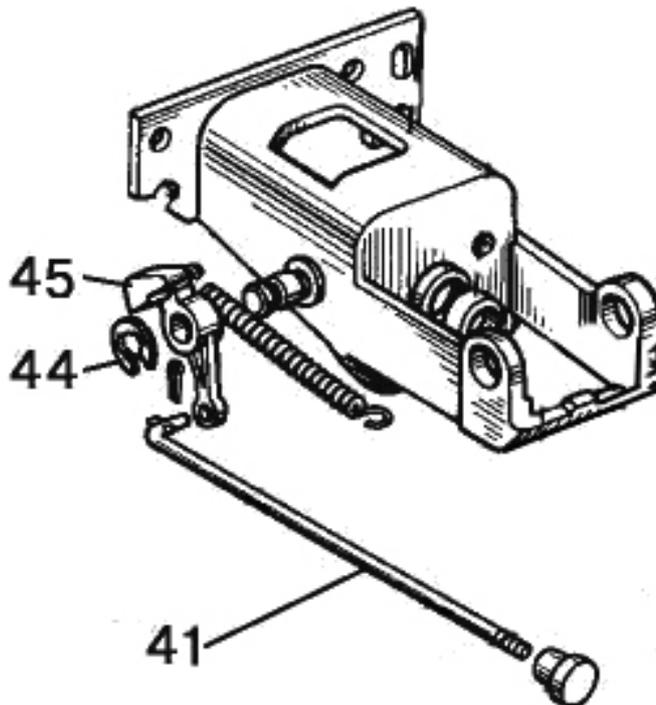

Рисунок 6.8
- 13) расшплинтуйте и отверните ключом $S = 27$ мм гайки (38) с обеих сторон кронштейна (1), а затем извлеките винты (40);
- 14) снимите трубу (13), выполненную заодно с вилкой (12) и сектором (35);
15) расшплинтуйте и отсоедините тягу (41), (рисунок 6.8), от фиксатора (45);